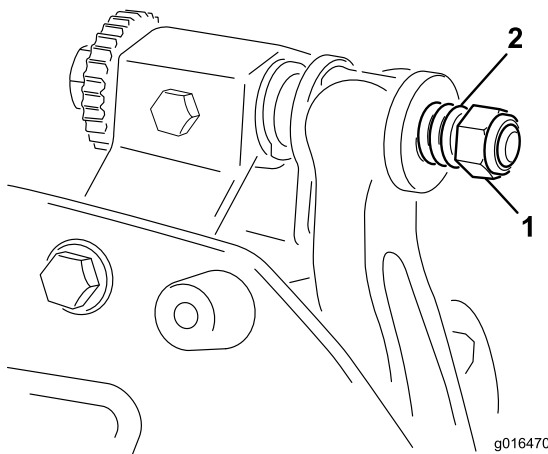

Bild 21
3. Ziehen Sie die Federspannungsmutter an, bis die Feder zusammengedrückt ist, drehen Sie sie dann eine 1/2 Umdrehung heraus (Bild 21).